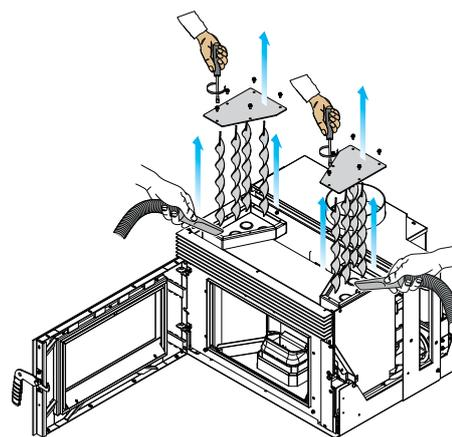

fig. 7.16
- C) Retirer les bouchons supérieurs de la chaudière et aspirer la cendre résiduelle (fig. 7.16).